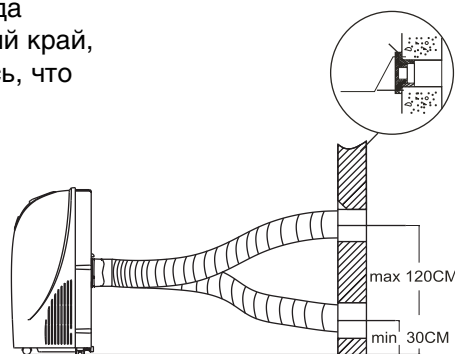

Рис. 9
2. Вставьте адаптер А в стену и закрепите его с помощью четырех винтов и заглушек (рис. 9).